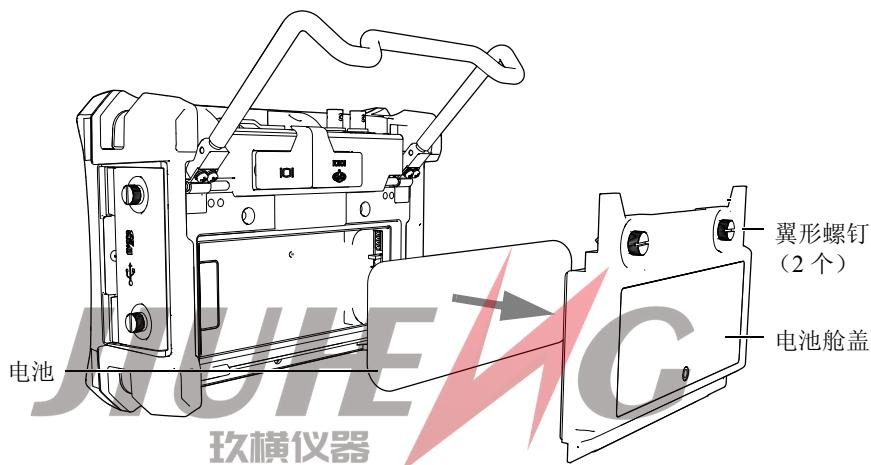

图4-4 打开电池舱
电池被放置于电池舱内，可以从EPOCH 600仪器后面打开电池舱（参见第79页的图4-4）。
2. 拧下仪器背面上固定电池舱盖的两个翼形螺钉（参见第79页的图4-4）。